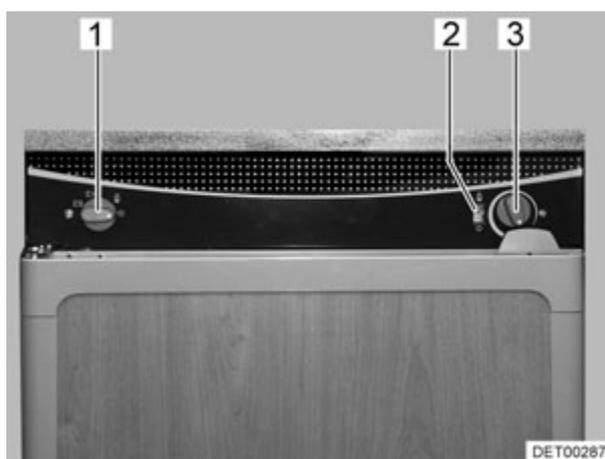

Fig. 152 Boutons de commande pour le réfrigérateur (variante 4)
- Placer le sélecteur de source d'énergie (Fig. 152,1) sur gaz "🔥".
- Enfoncer le bouton tournant (Fig. 152,3) et le maintenir enfoncé. L'arrivée de gaz est ouverte. L'allumage s'effectue de manière automatique. Un tic-tac est distinctement perceptible jusqu'à ce que la procédure d'allumage soit effectuée avec succès.
- Maintenir le bouton tournant (Fig. 152,3) enfoncé jusqu'à ce que l'indicateur de la flamme (Fig. 152,2) passe au vert, puis le relâcher. Si la flamme s'éteint, le système d'allumage répète la procédure de manière automatique.
- Placer le sélecteur de source d'énergie (Fig. 152,1) sur "⊖". L'appareil est alors coupé.
- Placer le sélecteur de source d'énergie (Fig. 152,1) sur mode 230 V "".
- Régler la température de réfrigération avec le bouton tournant (Fig. 152,3).
- Placer le sélecteur de source d'énergie (Fig. 152,1) sur mode 12 V "".